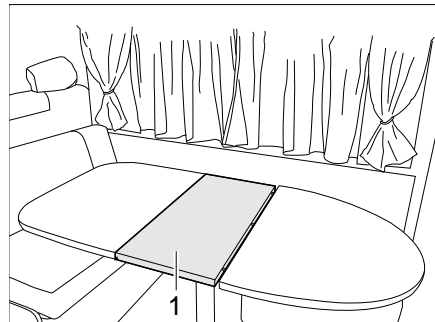

Bild 80 Festen Tisch vergrößern
- Die Tischplattenverlängerung (Bild 80,1) einsetzen.
- Die Tischplattenverlängerung (Bild 80,1) entnehmen und sicher verstauen.